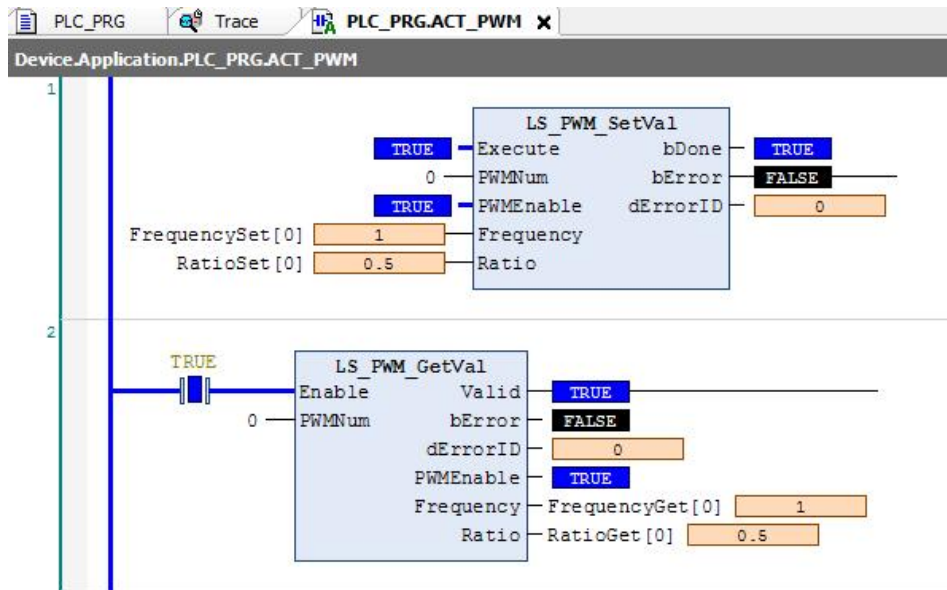

图 9.57 PWM 模块
- (1) 新建工程并命名 PWM，编程语言为结构化文本 ST。
- (2) 右击 PLC_PRG 主程序，选择“添加对象”-“动作”，命名 ACT_PD606_IO_Cmd，负责硬件 IO 处理模块，编程语言为梯形图 LD，在设备栏双击 ACT_PD606_IO_Cmd 进入程序编辑区，添加 PD606_IO_Cmd 模块并在指令中填上对应的轴号（注意轴号名字必须和设备栏中 SoftMotion General Axis Pool 下的一致）。
- (3) 按照步骤 2 的方法依次添加 PWM0、PWM1 并填写相应的参数，如图 9.57 所示。
- (4) 在主程序中调用上述模块完成编程，编译、下载程序到控制器执行。